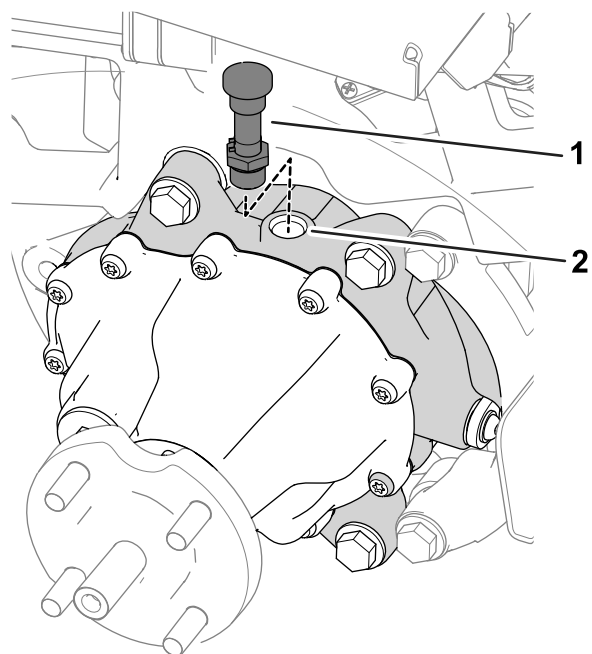

図 53
7. ギアボックス上部から換気ホースとフィッティングを外す 図 53。
9. 給油ポートに換気ホースとフィッティングを取り付ける 図 53。